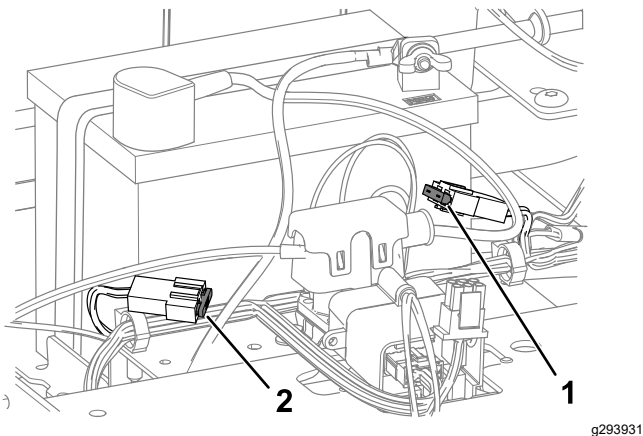

Bild 51
4. Ziehen Sie die Sicherung zum Wechseln heraus (Bild 51).